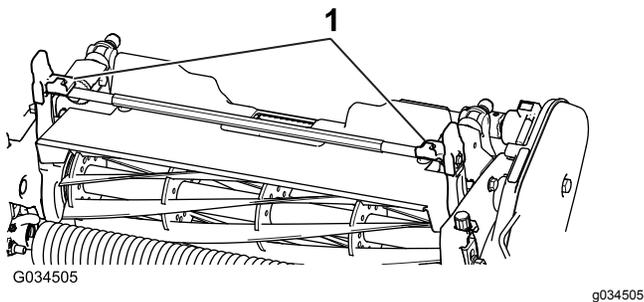
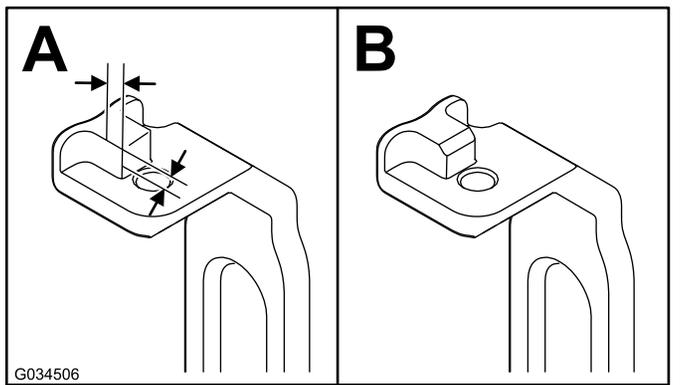

図 3
図 4
2. 左右のピッチアーム **図 3** で、タブのコーナー部分を 2.3 mm 削って **図 4** のようにする。